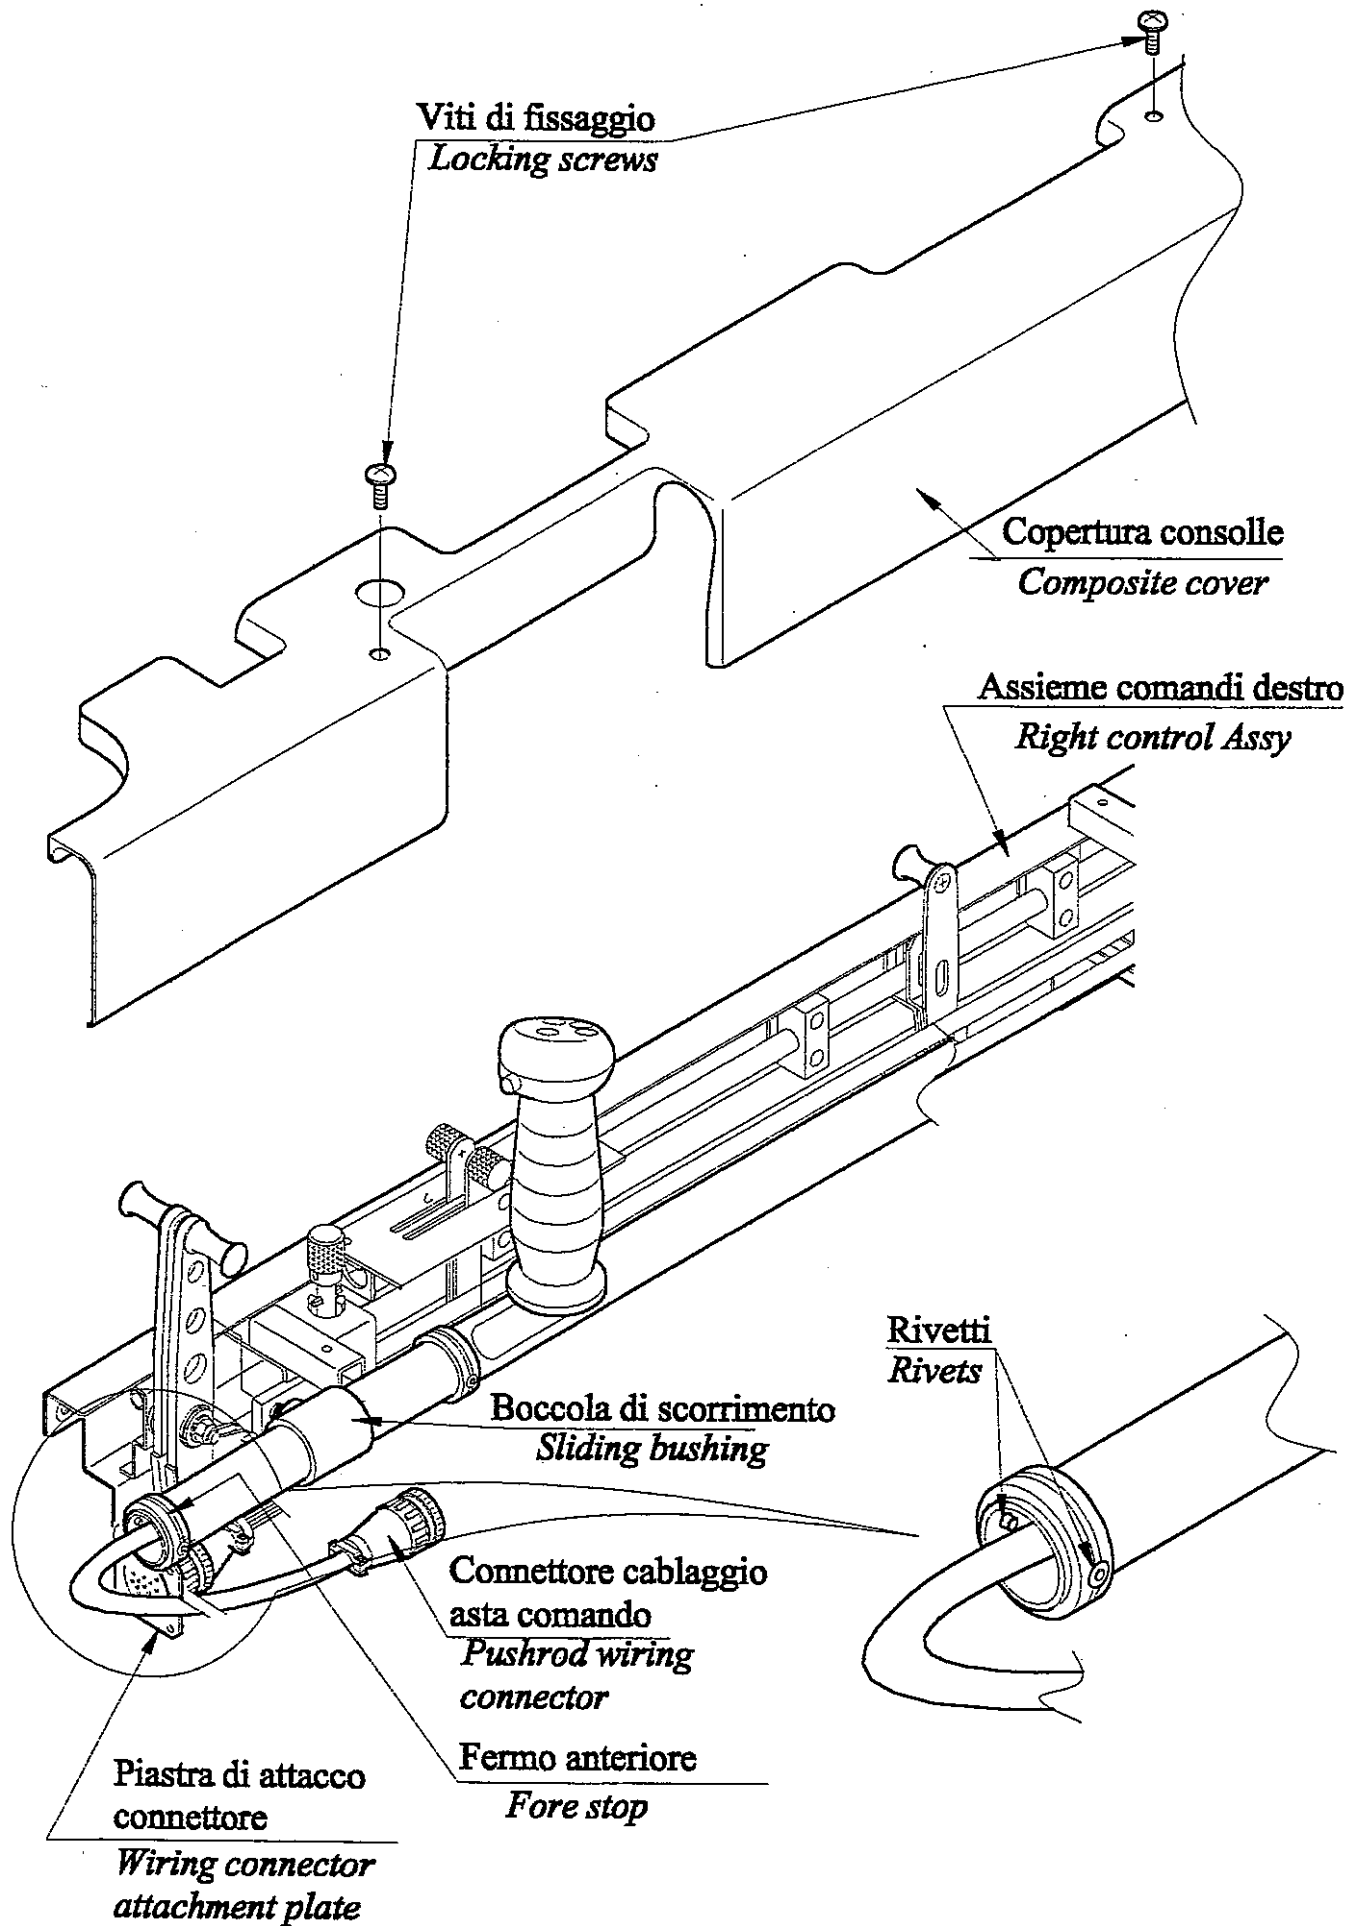

Fig. 1: Fine corsa equilibratore
Sul velivolo/kit Sky Arrow la corsa verso l'alto dell'equilibratore è limitata da un fermo fissato con due rivetti sull'asta di comando rollio-beccheggio, come rappresentato in fig. 1. Questi rivetti, nel caso in cui l'asta di comando rollio-beccheggio venga usata impropriamente a terra o comunque dopo un certo numero di ore di vita operativa, potrebbero risultare allentati. Per prevenire ciò, il costruttore del velivolo/kit (3I) ha migliorato la connessione tra il fine corsa e l'asta di comando sostituendo i due rivetti con una vite, come descritto nei paragrafi seguenti. L'introduzione di questa miglioria ha inoltre il vantaggio di garantire la completa smontabilità dell'assieme asta di comando, in quanto la boccia di scorrimento (vedi fig. 1) può essere sfilata dall'asta senza dover sostituire rivetti.
Per sostituire il fermo anteriore della corsa del comando equilibratore munirsi del kit di sostituzione e dell'attrezzatura necessaria (vedi paragrafo 4) ed attenersi alle seguenti istruzioni (facendo riferimento alle figure 1, 2 e 3):
*The elevator upward travel is limited on Sky Arrow aircraft/kits by a stop fastened by two rivets on the pitch-roll push rod as described in fig. 1. These rivets, in case of an improper use of the pitch-roll push rod on the ground or, in any case, after a certain number of operation hours, could loosen. In order to prevent this problem the aircraft/kit manufacturer (3I) has improved the stop connection onto the push rod by replacing the two rivets with a screw, as described in the following paragraphs.*
*Moreover, this improvement allows a complete push rod assy removability, because the sliding bushing (see fig. 1) can be removed from the rod without detaching any rivet.*
*Remove the right composite console cover detaching the two screws displayed in figure 1.*
*In order to replace the elevator control travel fore stop provide yourself with the replacement kit and with the required tool (see paragraph 4) and perform the following operations (making reference to fig. 1, 2 and 3):*
- staccare il connettore del cablaggio dell'asta comando rollo-beccheggio dal connettore da pannello vincolato alla relativa piastra di attacco (vedi fig. 1), ruotando l'apposita ghiera;
*from the wall connector fastened to the relevant attachment plate (see fig. 1), by rotating the relevant collar;*